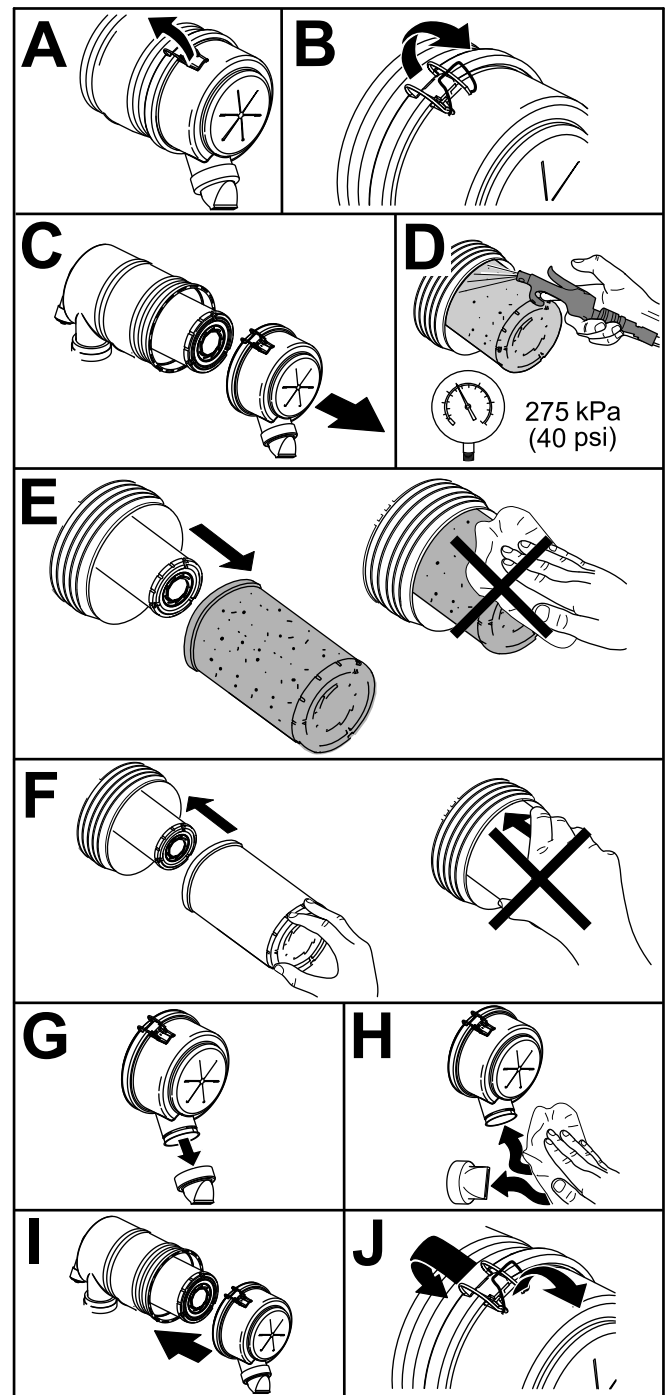

Bild 52
1. Wechseln Sie den Luftfiltereinsatz aus (**Bild 52**).